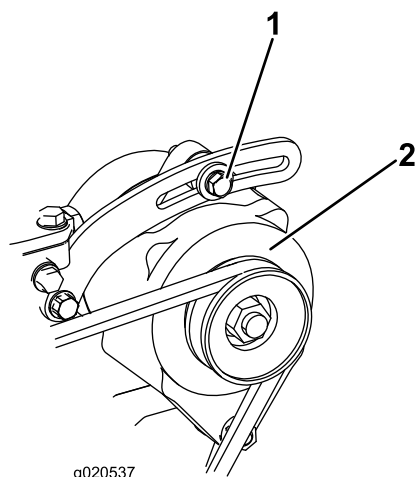

図 86
2. たわみが10 mmでない場合には、オルタネータ取り付けボルトをゆるめる 図 86。オルタネータベルトの張りを調整し、ボルトを締め付ける。ベルトのたわみが適切に調整されたことを確認する。